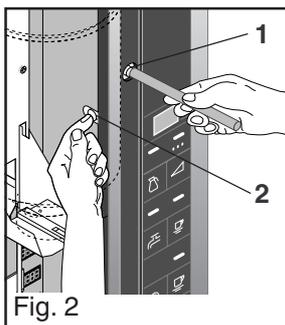

Fig. 2
- Accione el botón de seguridad (1) con la herramienta especial y pulse al mismo tiempo el botón de purga (2) (acceso a través de la abertura de la puerta derecha). (Fig. 2)